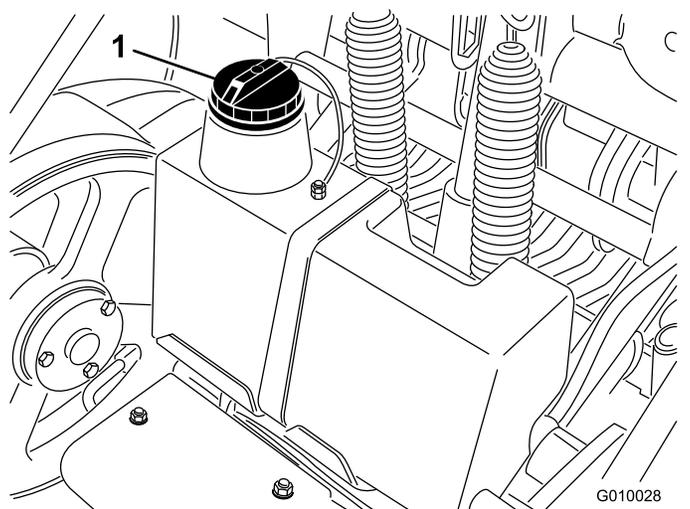

**Figura 60**
2. Abra los cierres y retire la cubierta de la correa (Figura 60).